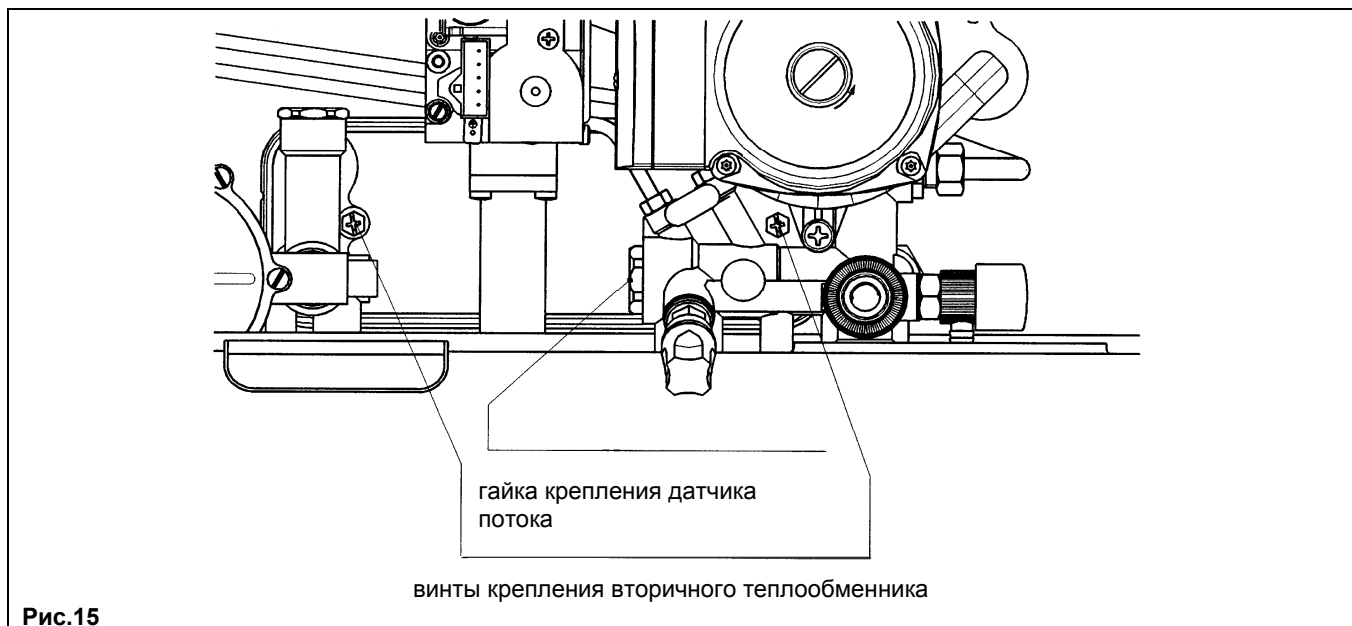

Рис.15
- отвинтите два винта (прямо перед вами), крепящие теплообменник ГВС, и выньте его (**рис.15**).
- отверните гайку на блоке датчика потока воды (**рис.15**)